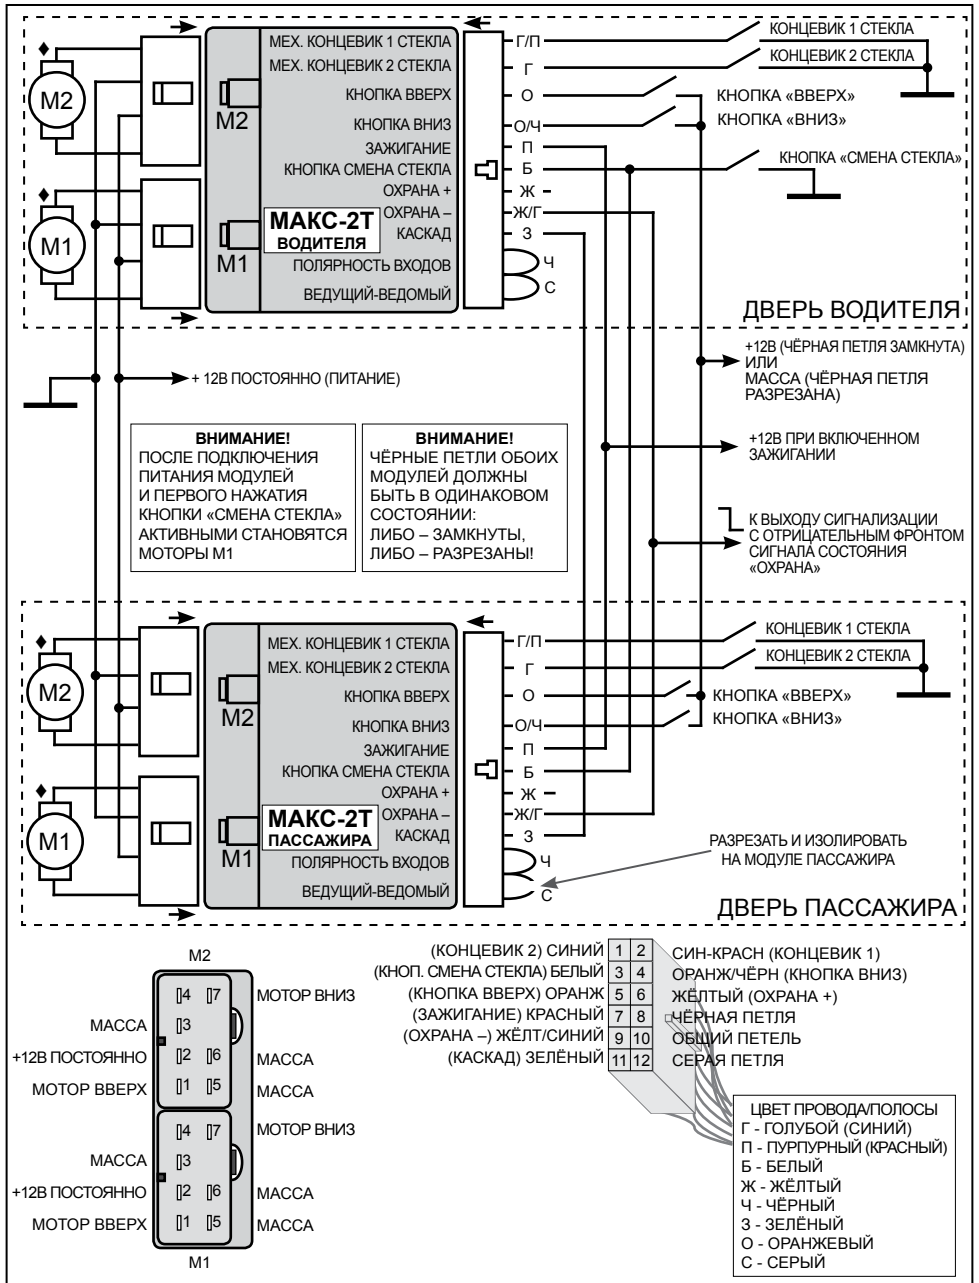

Рисунок 2. Пример схемы подключения модулей МАКС-2Т 30А к сигнализации с отрицательным фронтом сигнала состояния «ОХРАНА».
5.3 Подключить моторы «тёмного» и «светлого» стёкол к контактам 1 и 7 силовых разъёмов Модуля (Рисунок 2). После подключения питания Модулей и первого нажатия кнопки «СМЕНА СТЕКЛА» активными становятся моторы М1.